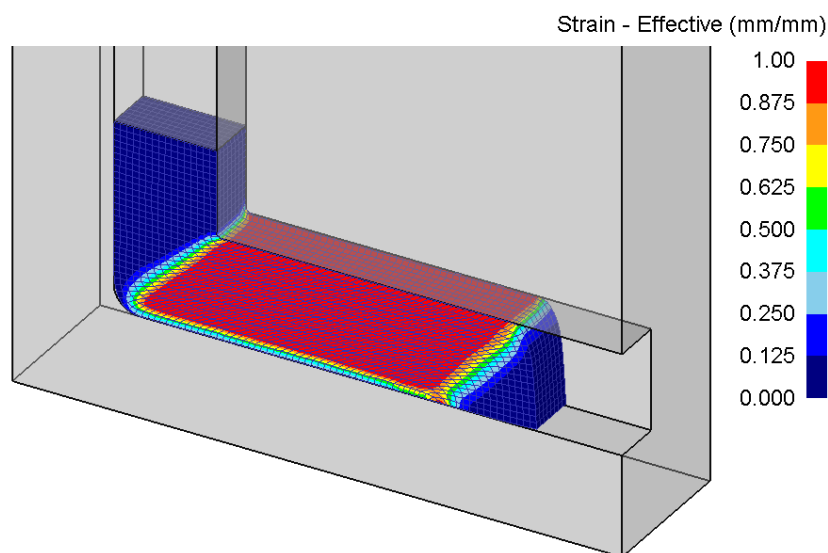

Рис. 2. Интенсивность деформации в материале заготовки в процессе РКУП
**Задание:** согласно варианту (табл. 1) с применением САД/САЕ систем КОМПАС и QForm 2D/3D смоделировать и проанализировать процесс равноканального углового прессования (РКУП), реализующего деформацию массивных образцов простым сдвигом. По результатам моделирования определить: 1) усилие деформирования; 2) интенсивность деформации в материале заготовки (рис. 2). Полученную деформацию сравнить со значениями, рассчитанными по аналитическим формулам (1)-(4). Моделирование выполнить в двух вариантах: 2D и 3D.